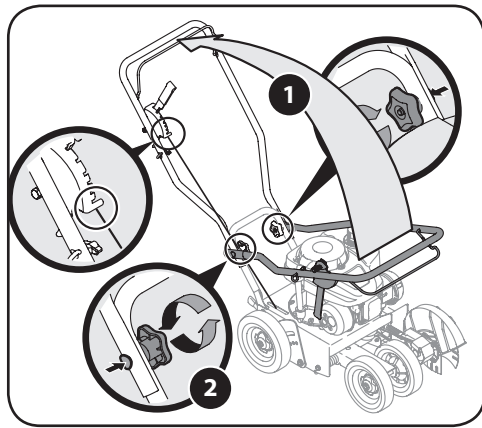

Figura 3-1
1. Pivote la barra superior hacia arriba hasta que calce en su lugar. Véa la Figura 3-1.